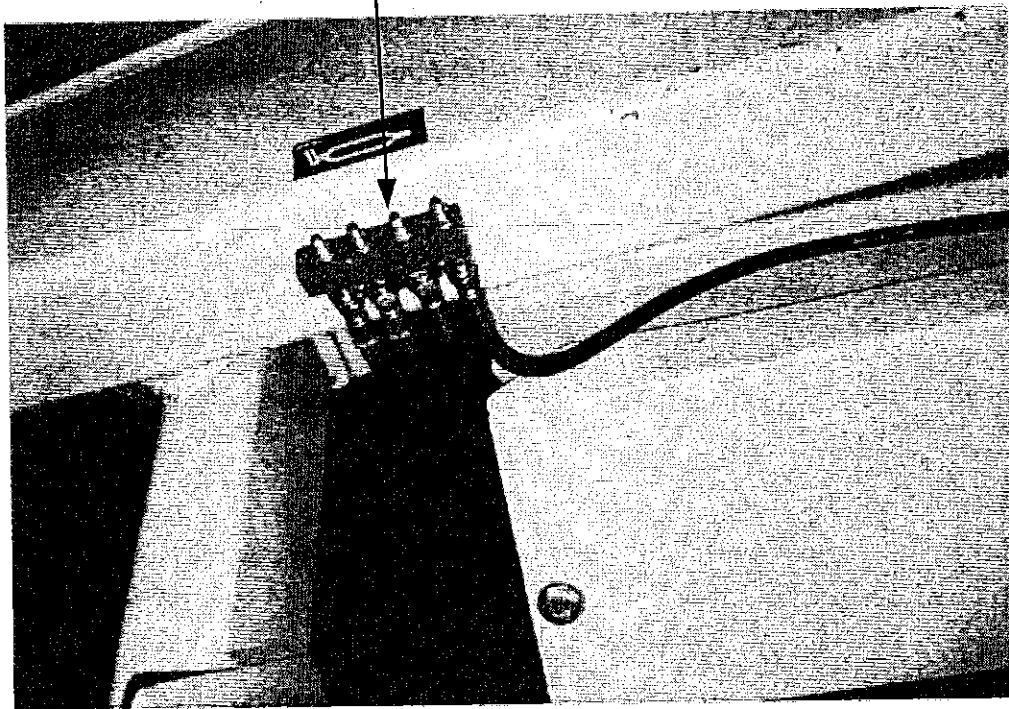

Fig. 8-9
- 10) Ingrassaggio cuscinetto rullo folle del nastro materiale intermedio fig. 8-9 part. 10 q.tà 2
- 12) Ingrassaggio cuscinetto rullo folle del nastro materiale sovra misura Fig. 8-9 part. 10 q.tà 2